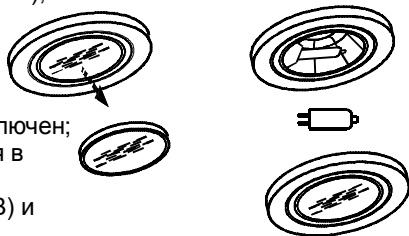

РИС. 12
8.6.2 Замена галогенной лампы (рис. 12):